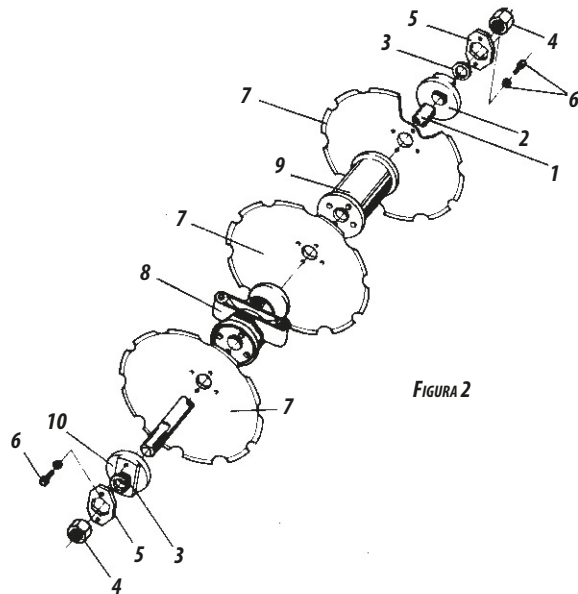

FIGURA 2
- Colocar en el eje (1) **figura 2**, la arandela de apoyo cóncava (2), una arandela (3), una tuerca (4), la traba (5) y fijar con el tornillo (6), conforme figura 2. Observar que la tuerca quede paralela con la punta del eje (Hay casos en que resta un poco de eje en la punta).
- Colocar en el eje (1), el primer disco (7), un cojinete (8), otro disco (7), el separador (9) y así sucesivamente, conforme **figura 2**.
- Cuando el conjunto estuvir completo, con todos los discos, cojinetes y separadores, colocar la arandela de apoyo convexa (10), la arandela (3), otra tuerca (4), aprietando con una llave hasta que todo el conjunto este firme.
- Despues, calzar el conjunto de los discos y apretar la tuerca (4), a través de impactos. Cuando esté casi logrando el aprieto máximo, ajustar la traba (5) con la arandela convexa, siempre apretando la tuerca hasta coincidir con el agujero y fijarlas a través del tornillo (6).